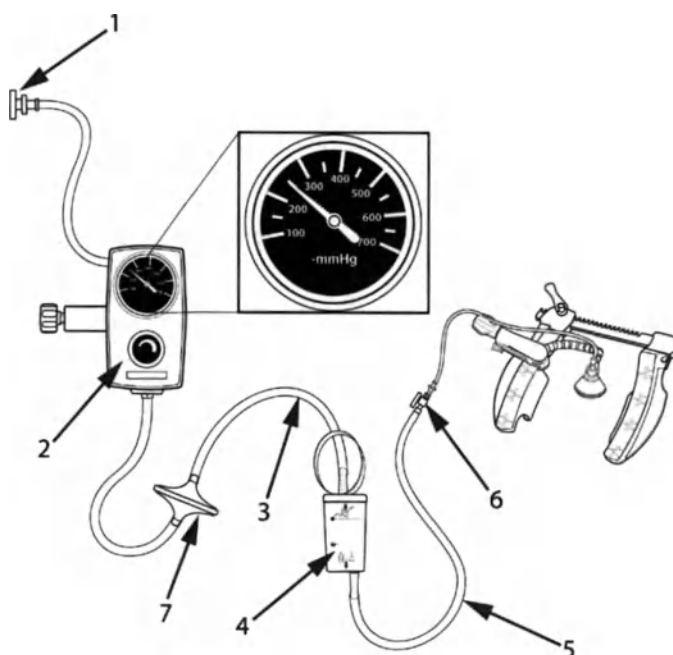

Figura 5: Sistema posicionador de vácuo ACROBAT-i
- Prender o conector luer lock AMARELO do conjunto de tubagem do posicionador ACROBAT-i ao conector luer AMARELO da tubagem de vácuo do posicionador ACROBAT-i. Prender a outra extremidade da tubagem do conjunto de tubagem ao conector com rebarbas inferior do recipiente ACROBAT-i ou outro recipiente de recolha de fluidos (não incluído). Certificar-se de que a válvula de passagem se encontra na posição fechada para o ar. O conjunto de tubagem com filtro que está ligado à parte superior do recipiente deve então ligar à fonte de vácuo regulado a partir da parte superior do recipiente. Configurar o regulador de vácuo para 250 mmHg. Consultar a Figura 5 para obter informações relativas à configuração adequada da tubagem de vácuo e do sistema.